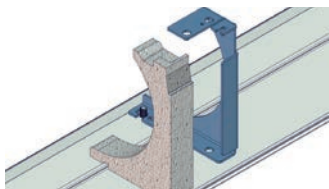
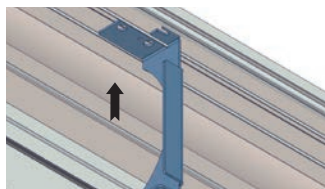

Bild 25
Bild 27
Schritt 2: Entfernen Sie den Dämmkeil von der vormontierten Statikkonsole/Statik-Lagerplatte (bei Statik-Lagerplatte ohne Dämmkeil) und befestigen diese nach unten mit der beiliegenden Mutter (Bild 25 - 26). Befestigen Sie die Statikkonsole/Statik-Lagerplatte nach oben über die vorgegebenen Stanzungen (Bild 27). Je nach Baukörperanschluss und Montageanforderung ist die richtige Befestigungsposition und das geeignete Befestigungsmittel zu wählen. Gegebenenfalls ist der Rollladenkasten zu hinterfüllen.